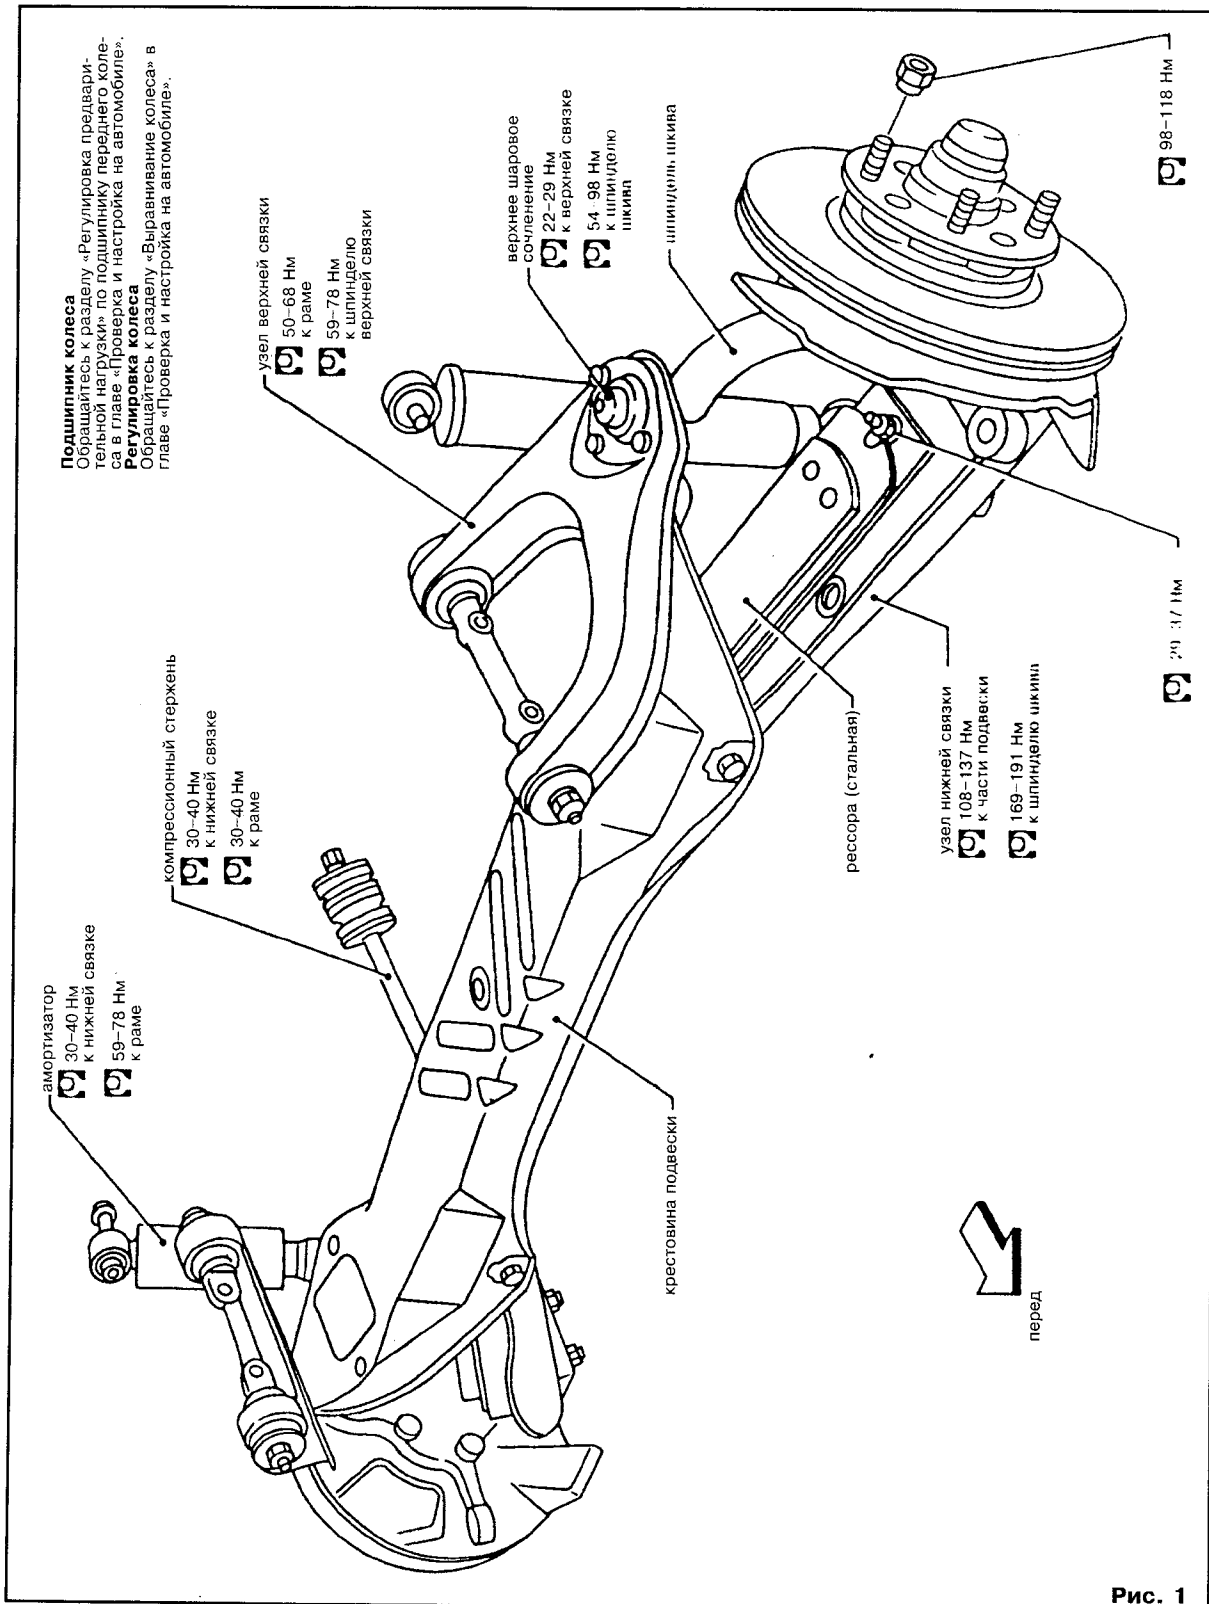

Рис. 1
- Проверьте рисунок колес (боковой рисунок: 1,0 мм или меньше).